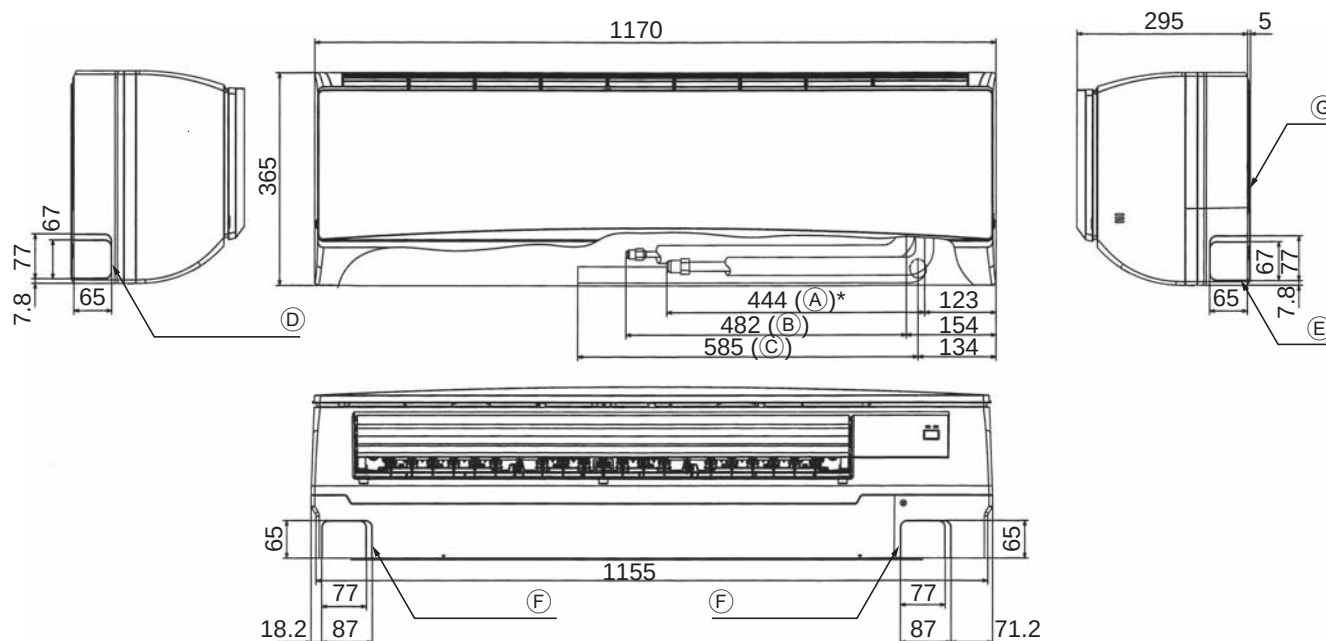

Рис. 4-2
4.2. Выбор расположения труб хладагента и дренажных труб (Рис. 4-2)
- З Монтажная плита ①